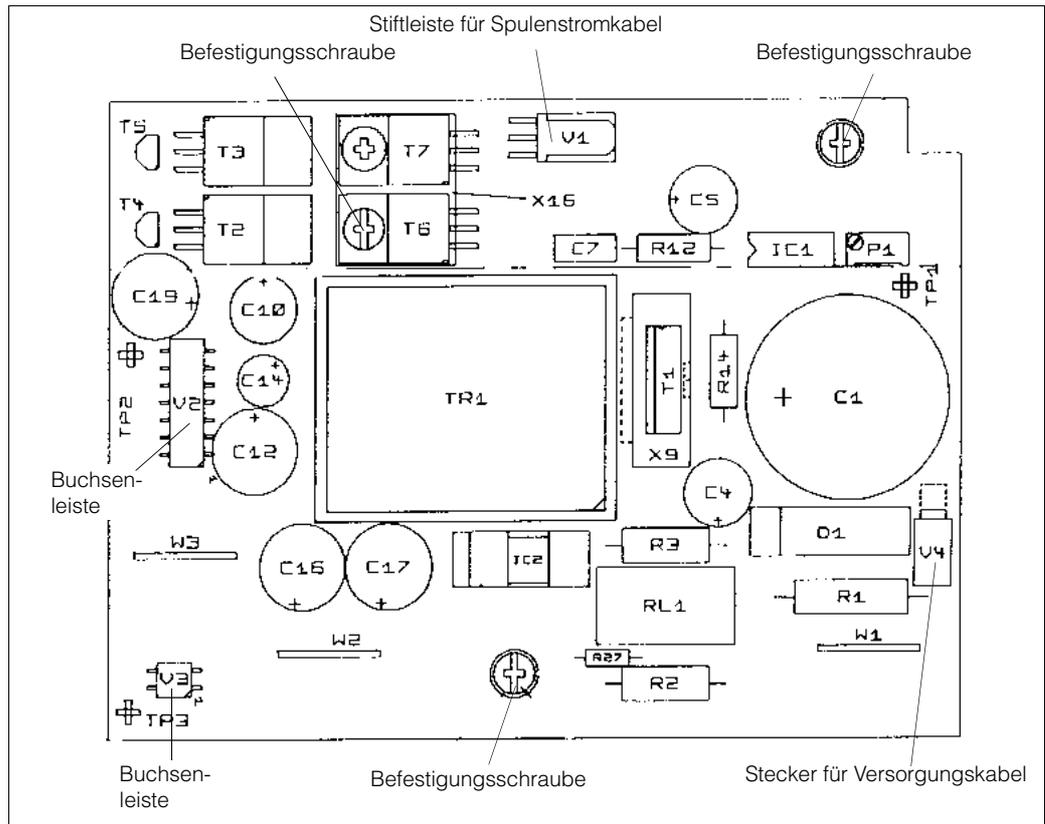

Abb. 45
5. Ziehen Sie die 2polige Steckverbindung des Versorgungskabels durch gleichzeitiges Drücken der Verriegelung von der Netzteilplatine ab (Abb. 45: V4).
8. Spulenstromkabel-Stecker von der Netzteilplatine abziehen (Abb. 45: V1).